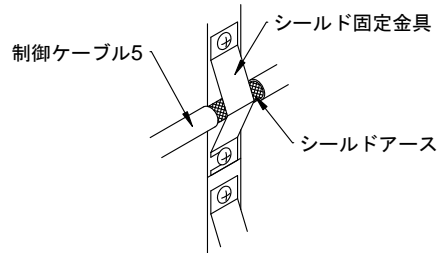

図 2.1.5 制御ケーブル5の接続（シールドアース固定）
- 3 ケーブルのシールド部を、図 2.1.5に示すように、引き込み口左横のシールド固定金具で固定し、ケーブルフランジを固定します。